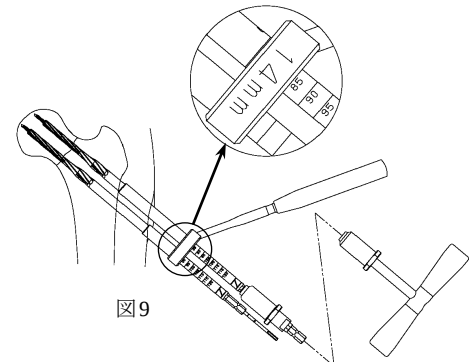

図9
- 4) ガイドピンスリーブを取り外し、ステップリーマーにてガイドピンが骨頭を貫通しないよう、イメージインテンシファイヤー (X線透視) で確認しながら平行にリーミングします。パラレルガイド近位側が確実に骨面に接触した状態で、目盛りを読み取ります。(図9)